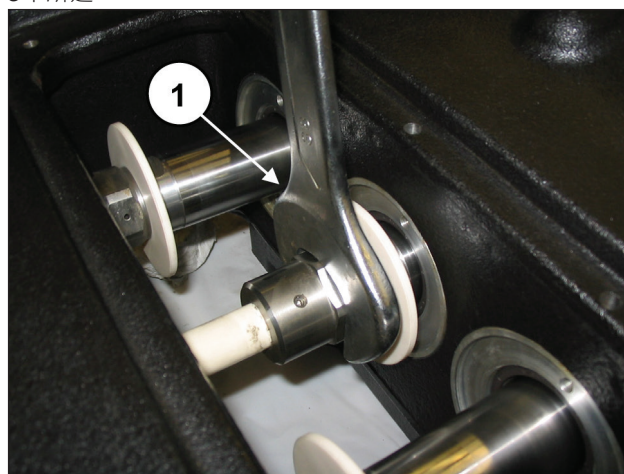

图 101
拧紧三个柱塞 (①, 图 101) 并用叉式扭力扳手调节, 如第3章所述。